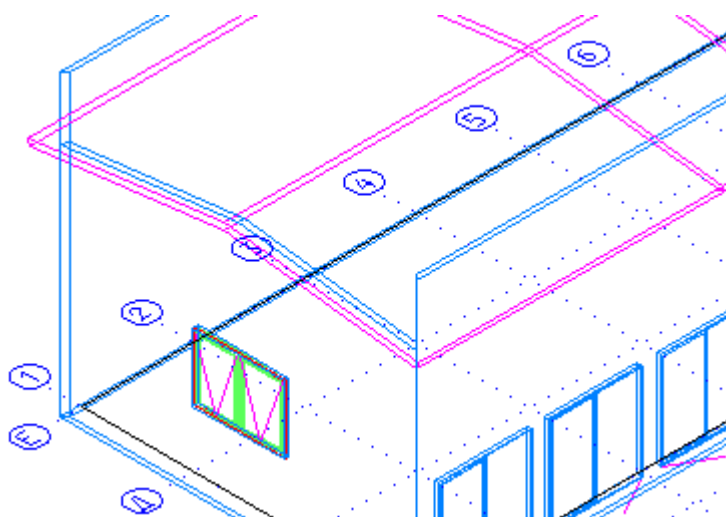

Рисунок 95
- Результат представлен на Рисунок 95.